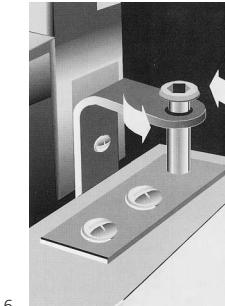

Fig. 6.
- Verwijder de zeshoekige M5 schroef uit de beugel van het bovenste scharnier en druk de van een veer voorziene cartridge omlaag (afb. 6)